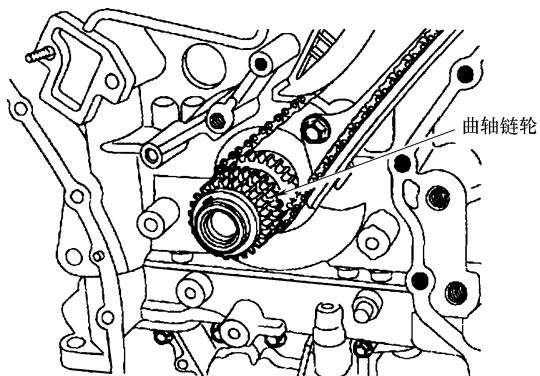

图 29-36 曲轴链轮识别
28) 拆卸曲轴链轮 (图 29-36, 右侧凸轮轴驱动)。